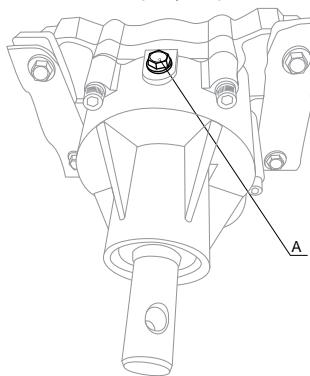

Рис. 1
1. Выкрутите болт (A) на блоке редуктора и проверьте наличие смазки (рис. 1). При необходимости добавьте 50-100 г универсальной смазки для редукторов.